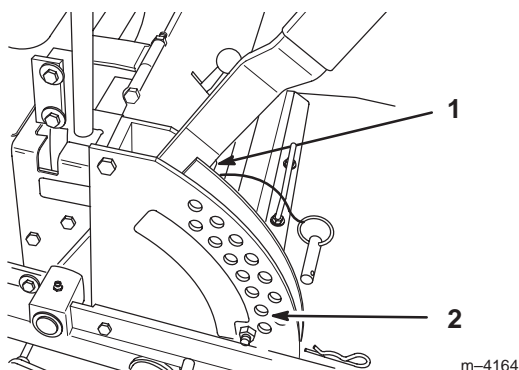

Figure 59
5. Placez deux cales de 38 mm (1-1/2") d'épaisseur sous le bord inférieur arrière gauche et droit de la tondeuse. Placez une cale de 57 mm (2-1/4") sous le bord inférieur central avant de la tondeuse. Sélectionnez la hauteur de coupe de 51 mm (2") (Fig. 59).
1. Déplacez le levier de relevage du plateau de coupe à la position de transport (Fig. 59).